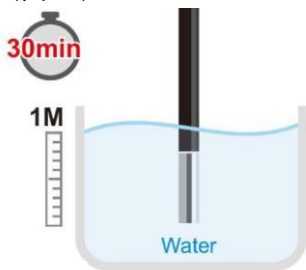

図 57
- ・プローブケーブルは水の深さ 1m 以上、30 分以上浸漬しないでください(図 57)。